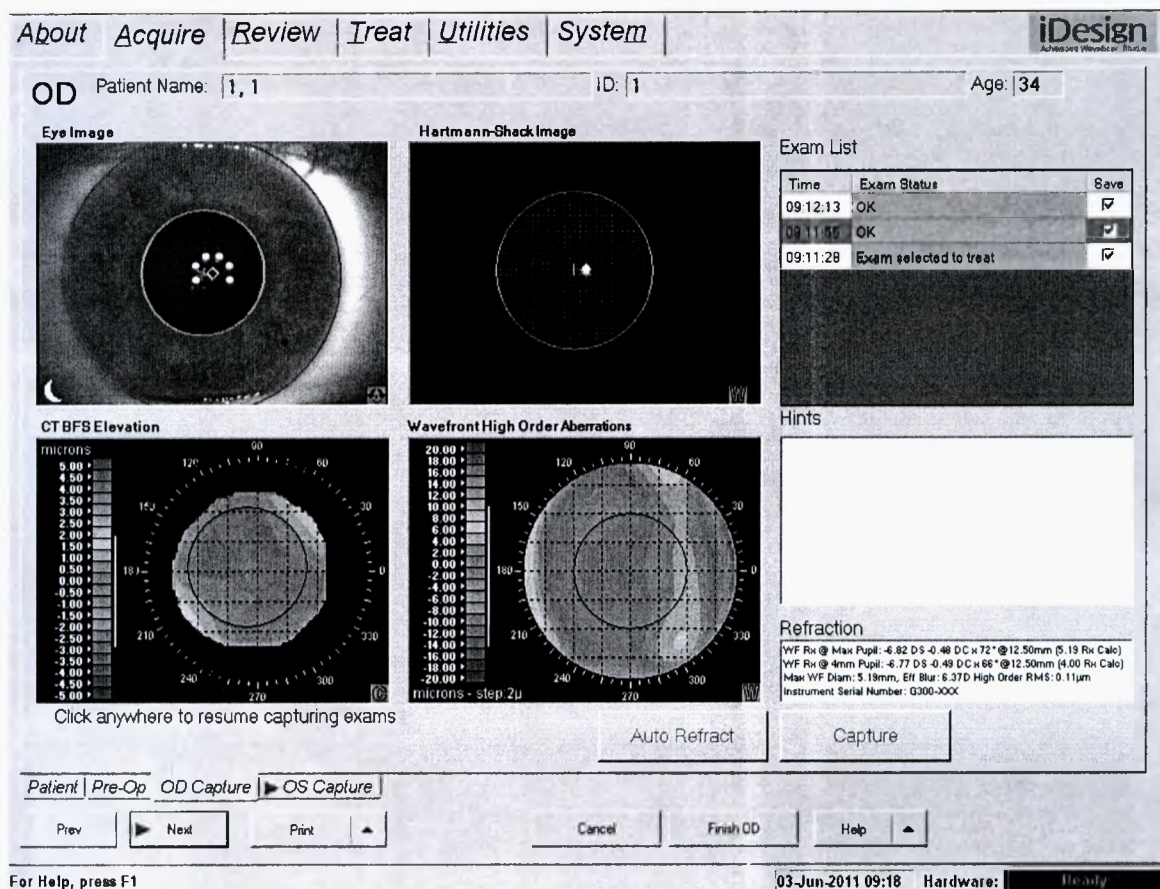

Figure 8.22 – Экран Capture (Захват) в режиме Treatment (Лечение) после успешного проведения трех обследований, из которых для лечения выбирается одно
13. Продолжайте выполнять измерения до тех пор, пока одно исследование не будет отобрано для расчета лечения. На Рисунок 8.22 показан пример обследования, выбранного для проведения лечения.